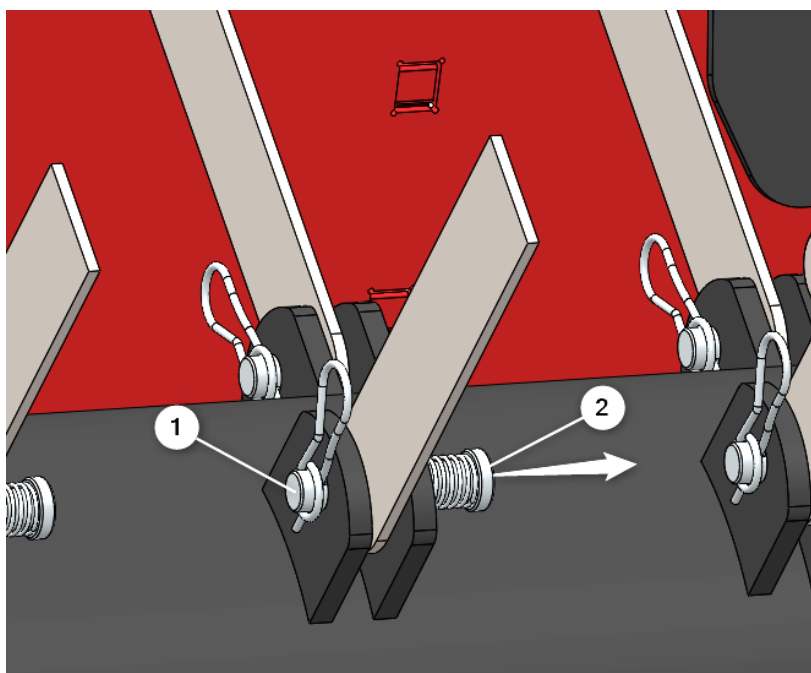

Fig. 11
6. Rimuovere la clip (1), sostenere la lama e far scorrere fuori il perno (2). Ora è possibile estrarre la lama (Fig. 11).